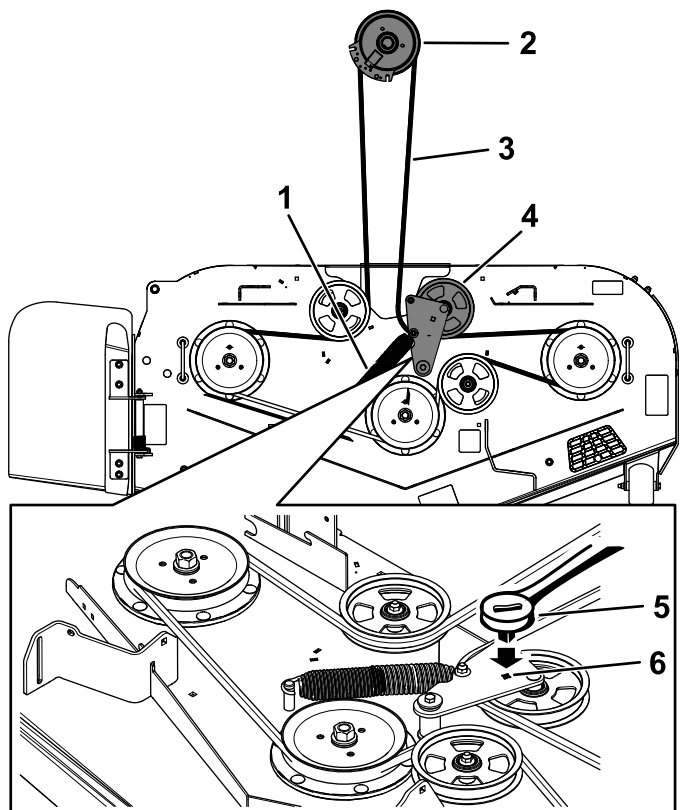

Figure 86
5. Insérez un rochet de $\frac{3}{8}$ pouce dans le trou carré du bras de la poulie de tension pour détendre le ressort de la poulie de tension (Figure 86).
7. Enlevez le guide-courroie situé sur le bras de la poulie de tension rappelé par ressort (Figure 86).
9. Acheminez la courroie neuve autour des poulies du tablier de coupe et de la poulie d'embrayage, sous le moteur (Figure 86).
10. Montez le guide-courroie sur le bras de la poulie tension (Figure 86).
11. Insérez le rochet de $\frac{3}{8}$ pouce dans le trou carré et installez le ressort de la poulie de tension (Figure 86).